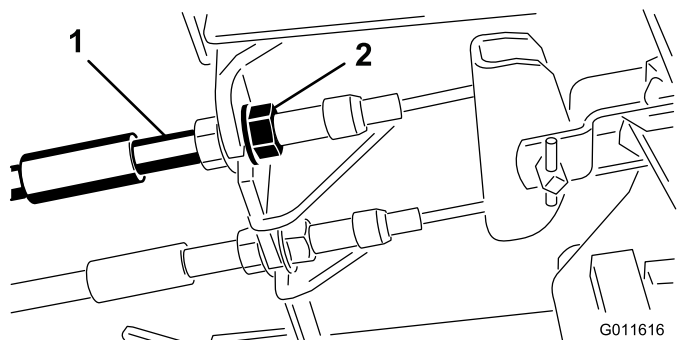

Figura 64
1. Para reduzir a folga dos pedais dos travões, aperte os travões desapertando a porca dianteira que se encontra na extremidade rosca do cabo dos travões (Figura 64).